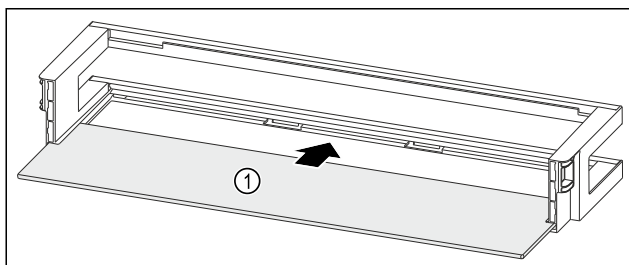

Fig. 52 Półka w drzwiach z półką
- ▶ Wsunąć półkę Fig. 52 (1) w boczne wycięcia.